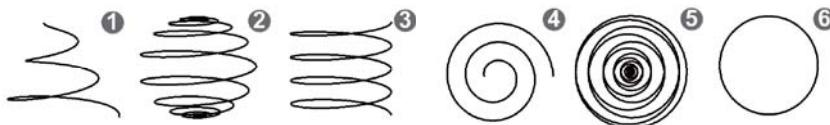

图 1.3.2 空间规则曲线
(2) 空间规则曲线: 凡是曲线上有任意4个连续的点不属于同一平面, 则称该曲线为空间曲线。常见的空间规则曲线有圆柱螺旋线和球面螺旋线等, 图1.3.2中①②③是3种空间规则曲线的正视图, 1.3.2中④⑤⑥所示的是①②③对应的俯视图。